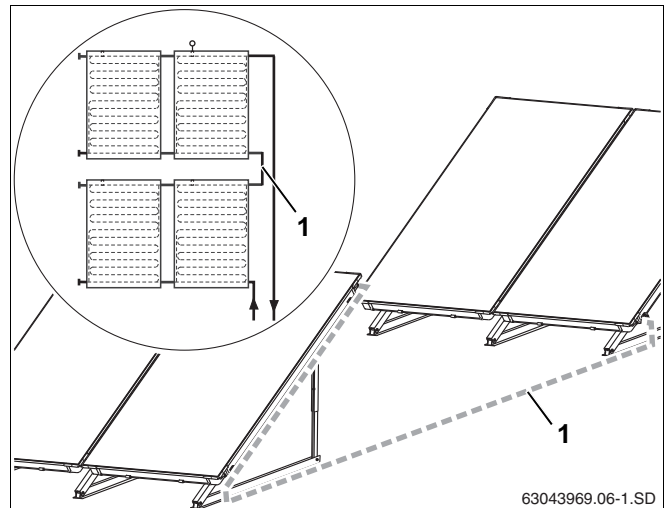

Fig. 61 To solfangerrækker efter hinanden
Til forbindelse af to solfangerrækker (fig. 61, **pos. 1**) skal du bruge endnu et tilslutningsæt.